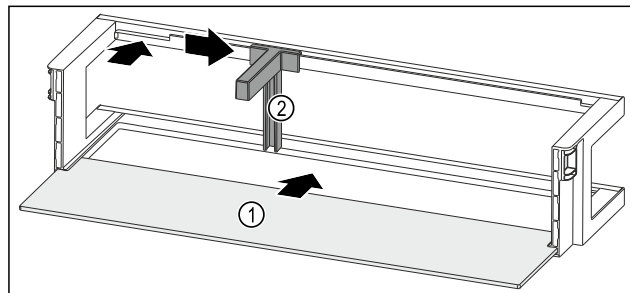

Fig. 166 Durvju plaukts ar plauktu
- ▶ Iebīdīet plauktu Fig. 166 (1) sānu padziļinājumos.
- ▶ Ievietojiet pudeļu turētāju Fig. 166 (2) padziļinājumā.
- ▶ Pabīdīet pudeļu turētāju Fig. 166 (2) vajadzīgajā pozīcijā uz sānu.